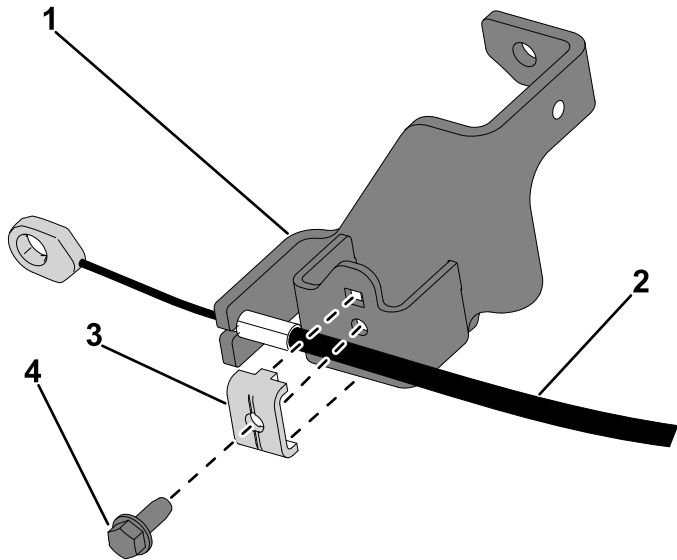

Bild 12
- B. Bringen Sie die neue Kabelklemme an der Halterung des Hydrostatikantriebs an und befestigen Sie diese mit der Sechskantschraube ($\frac{1}{4}" \times \frac{5}{8}"$) (Bild 12).